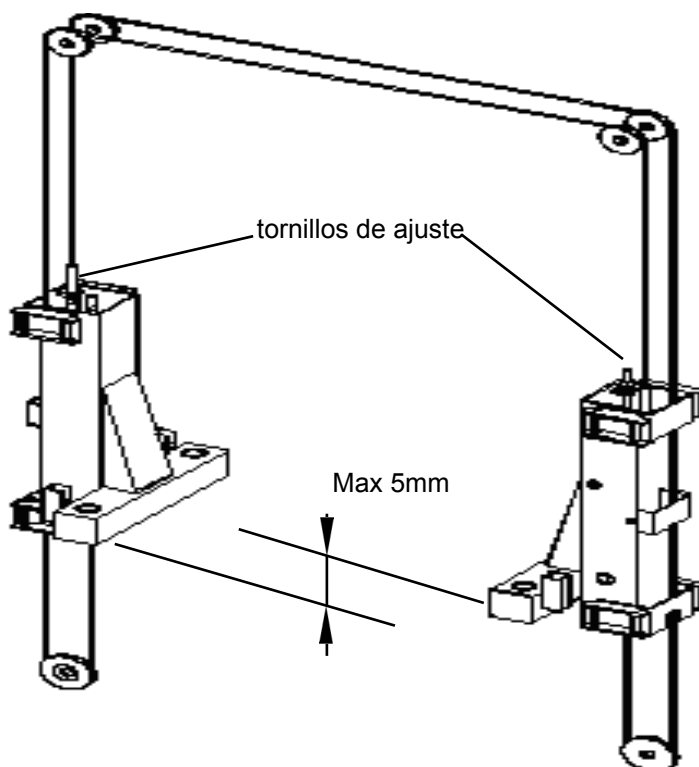

Fig. 11
- Instalar los cables de nivelación como indica la fig. 11 (5 mm de desnivel entre los carros).
- Ajustar los cables de nivelación con los tornillos específicos (ver la fig. 11).
La nivelación del puente elevador se efectúa mediante los cables de acero, como indica la fig. 11.